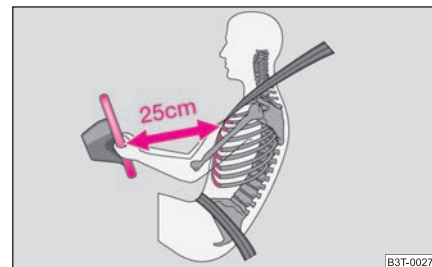

Fig. 157 Distancia de seguridad con respecto al volante
- **Es importante que el conductor y el acompañante mantengan una distancia mínima de 25 cm con respecto al volante o al tablero de instrumentos ⇒ fig. 157.** Si no respeta la distancia mínima, el sistema de airbag no puede protegerle - ¡Peligro mortal! Además, los asientos delanteros y los reposacabezas siempre deben estar correctamente ajustados a la estatura del ocupante.